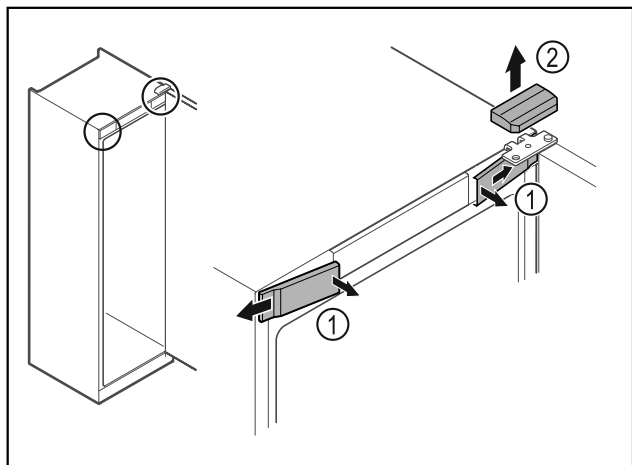

Fig. 16
- ▶ Haakige eesmised katted Fig. 16 (1) seest lahti ja võtke küljele maha.
- ▶ Võtke ülemine kate Fig. 16 (2) ülespoole maha.